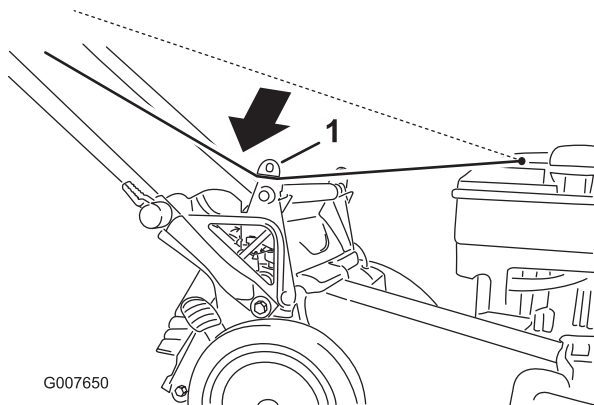

Bild 21
1. Verlegen Sie das Starterkabel um die untere Kabelführung (Bild 21).